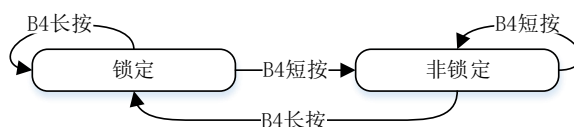

图 8 锁定状态切换模式
- ① 若当前处于参数界面，每次按下 B4 按键，当前选择的参数减 0.3V。
- ② 若当前处于数据界面，长按 B4 按键超过 1.5 秒，触发“锁定”功能，短按 B4 按键，解锁（非锁定），状态切换模式如图 8 所示。